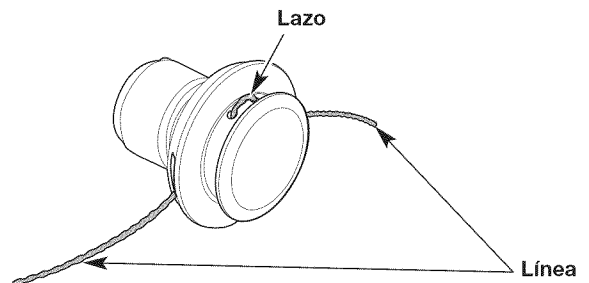

Fig. 18
4. Tire de los extremos del hilo hasta que quede tenso contra el cabezal de corte. Asegúrese de que los extremos del hilo sean de igual longitud (Fig. 18). Si un extremo es más largo que el otro, empuje el extremo más largo nuevamente a través del cabezal de corte parcialmente y tire del extremo más corto hacia afuera. De ser necesario, repita el proceso hasta que ambos extremos sean de igual longitud.
5. Presione el lazo expuesto del hilo de recorte hasta que esté ajustado contra el cabezal de corte (Fig. 18).